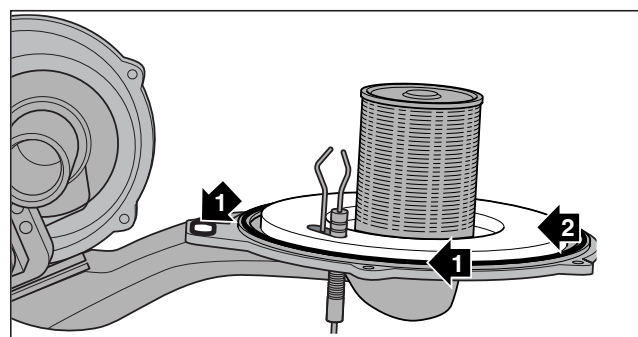

Рис. 7.5 Проверьте прокладки и изоляцию фланца горелки
При каждом проведении техобслуживания необходимо менять обе силиконовые уплотнительные прокладки (1) на компактном термомодуле (рис. 7.5) (зак. № 981046). Изоляция фланца горелки (2) на компактном термомодуле (рис. 7.5) (зак. № 21-0734) не должна иметь повреждений; в противном случае ее также следует заменить.